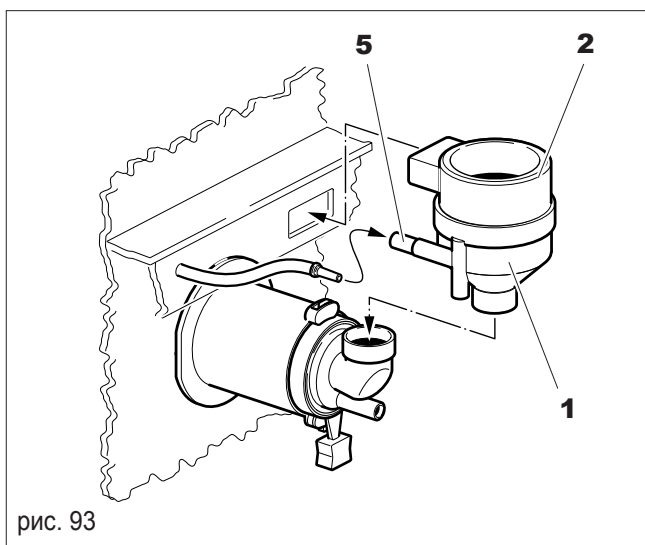

рис. 93
- Подсоедините трубку от клапана **3** к диспенсеру (**5**, рис. 93);